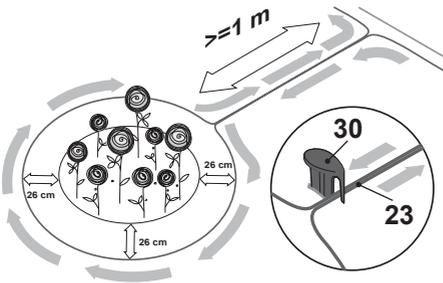
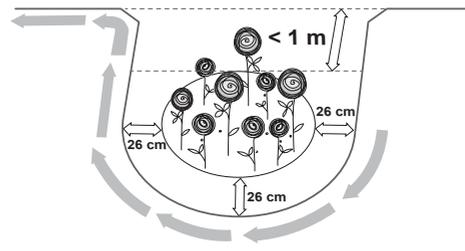

Fig. 10
Fig. 11
- > Les obstacles à une distance ≥ 1 m de la limite peuvent être exclus comme « îlots » (Fig. 10). Les obstacles à une distance plus petite de la limite peuvent être exclus comme « péninsules » (Fig. 11).